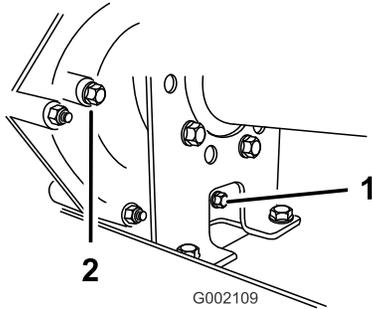
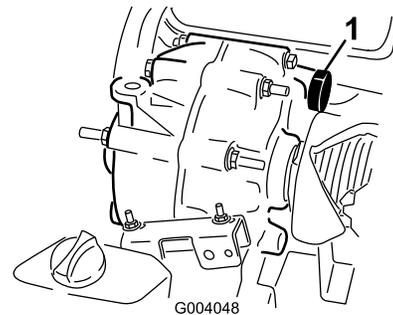

Figura 65
Figura 66
2. Limpe a área em torno dos tampões de enchimento e escoamento com um trapo (Figura 65).
4. Retire o tampão de enchimento rodando-o para a esquerda (Figura 65).
5. Retire o tampão de escoamento rodando-o para a esquerda (Figura 65).
6. Coloque e aperte o tampão de escoamento e a junta no orifício do tampão de escoamento da transmissão (Figura 65).
7. Encha o reservatório (Figura 66) através do orifício do tampão de enchimento com o óleo especificado ou até o nível de óleo na transmissão estar alinhado com a parte inferior das estrias (Figura 65).
8. Coloque a aperte o tampão de enchimento e a junta no orifício do tampão de enchimento da transmissão (Figura 65).
10. Verifique o nível de óleo e adicione mais óleo, se o nível estiver abaixo das estrias do orifício do tampão de enchimento (Figura 65).